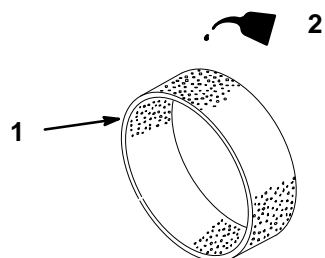

Figure 23
3. Imbiber l'élément de 30 à 60 ml d'huile, soit une ou deux onces (Fig. 23). Presser l'élément pour bien répartir l'huile.